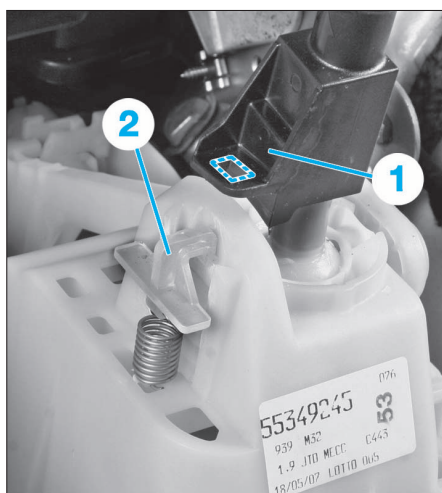

FIG. 8
- Accrocher à la goulotte (1) le levier de réglage (2) avec son ressort qui se trouve sur le levier de vitesses, afin de le bloquer en position de point mort sur le plan de sélection 1^{re}-2^e afin de pouvoir effectuer le réglage (Fig.8).